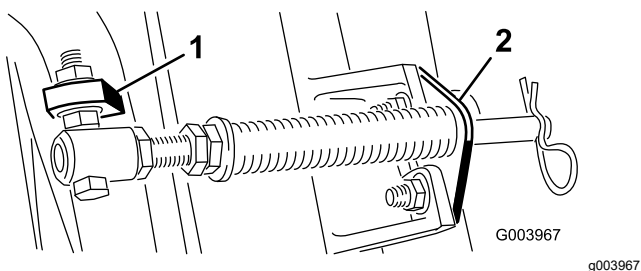

**Figure 10**
- A. Retirez les 2 boulons de carrosserie et les écrous qui fixent le support de tige aux pattes de l'unité de coupe (Figure 10).
- B. Retirez l'écrou à embase qui fixe le boulon du tube de ressort à la patte du bâti porteur (Figure 10).